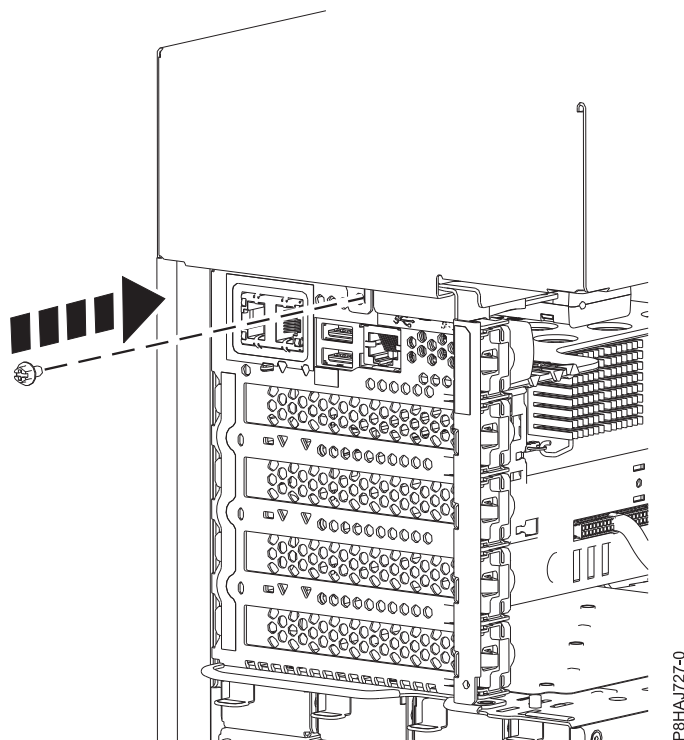

Figure 39. Installation de la vis capot latéral du 8286-41A
5. Installez la vis arrière du capot latéral à l'aide d'un tournevis cruciforme, comme illustré figure 39, à la page 57.